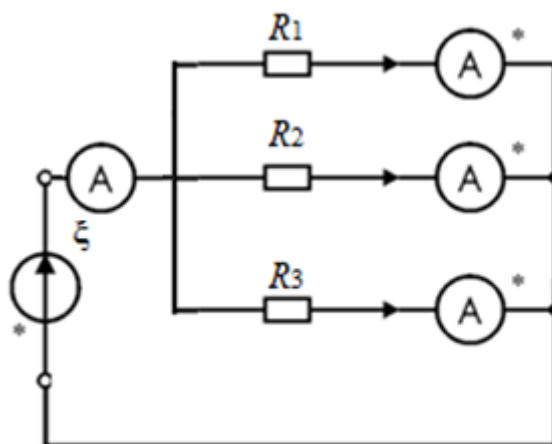

Рис. 11. Схема для проверки закона первого закона Кирхгофа.
2. Соберите схему на монтажной панели как показано на рис. 11, используя резистивные сопротивления, мультиметры и соединительные провода. Подключите токоведущие провода к источнику питания постоянного тока (8) рис. 8. Сопротивление резисторов R₁, R₂ и R₃, задаются ведущим преподавателем или сотрудником лаборатории. Не рекомендуется использовать резисторы с большим сопротивлением и отличающиеся по значению более чем на два порядка.